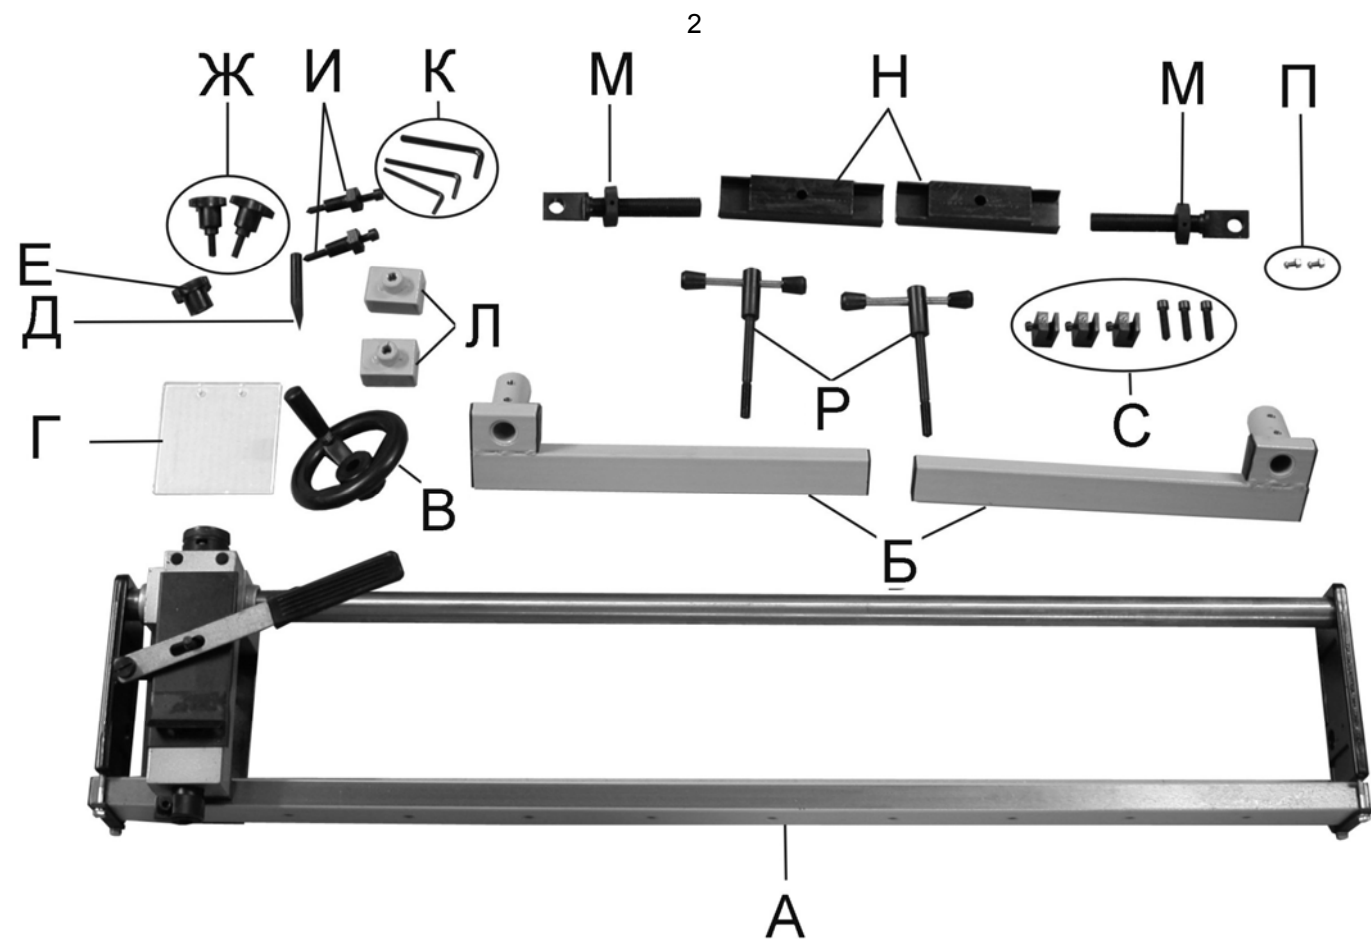

Рис.1
3.1. В комплект поставки (Рис.1) входит:
- 6.1. Приспособление (А) Рис.1 поставляется в собранном виде, но его необходимо установить на токарной машине.